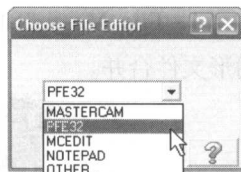

图 1-2-5
(1) NC: 供用户编辑 NC 程序 (扩展名是 NC)。Mastercam 会自动开启 NC 数据夹供用户选取要编辑的程序。
(2) NCI: 编辑 NCI 图档。NCI 是 Mastercam 的刀具路径文件, 它是一种文字文件, 用户对 NCI 有了解的话, 可以对 NCI 档作编辑。
(3) DOC: 编辑 Mastercam 的报表文件, 如加工报表、操作报表, 等等。
(4) IGS: 编辑 IGES 档 (扩展名是 IGS)。IGES 是一种 3D 图形的转换接口, 可让其他牌 CAD 软件以 IGES 格式让 Mastercam 接收。
(5) PST: 编辑后处理档。后处理文件是 Mastercam 将刀具路径转换为 NC 程序的转换接口, 用户可以修改后处理器的内容, 以产生满意的 NC 程序格式。
(6) 其他 (Other): 编辑不属于以上类型的档案。
(7) Editor: 供用户改变文字编辑器。Mastercam 预设的文字编辑器是 PFE32。单击 **Editor...** (编辑器) 按钮, 系统开启 Choose File Editor (选取编辑器) 窗口 (见图 1-2-5), 在这里 Mastercam 提供多